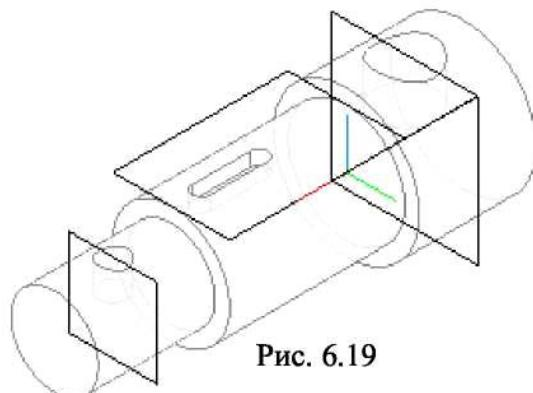

Рис. 6.19
6. Формируем отверстия, используя команду Вырезать вращением с параметрами: Способ построения - Сфераид, Тонкая стенка - Нет (рис. 6.19).